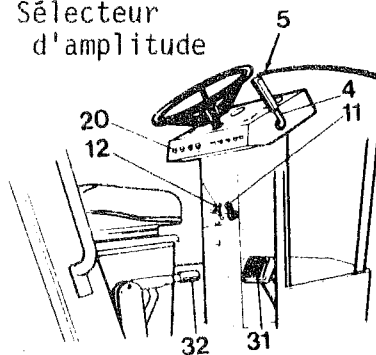

Fig 13 Poste de conduite
(Voir fig. 13) Normalement, le freinage s'effectue avec le levier de marche avant/arrière (4). La transmission hydrostatique arrête le rouleau quand la commande est mise au NEUTRE.
(Voir fig. 13) Pour un freinage rapide (dans les cas d'urgence), le rouleau est équipé d'un frein à pied (31) qui agit sur les freins à tambour des roues arrière.